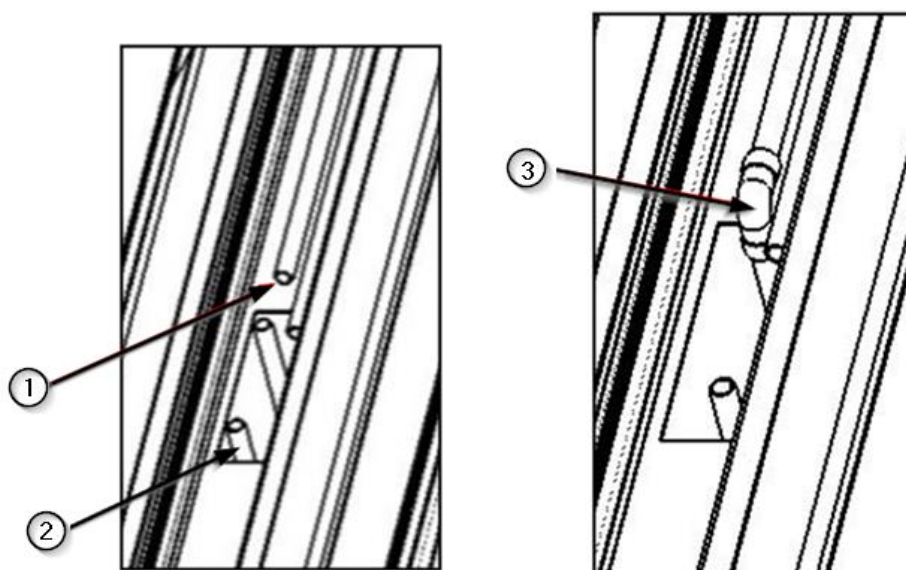

Fig.7 Coupe des tuyaux et pose des raccords en cuivre
- Coupez le tuyau ① de la tuyauterie de l'appareil et le tuyau ② correspondant au circuit de gaz en question provenant de l'installation.
- Placez le raccord en cuivre (coude) ③ en position pour relier les deux tuyaux.
- Soudez les 3 composants comme indiqué dans l'image de droite de la figure 7.